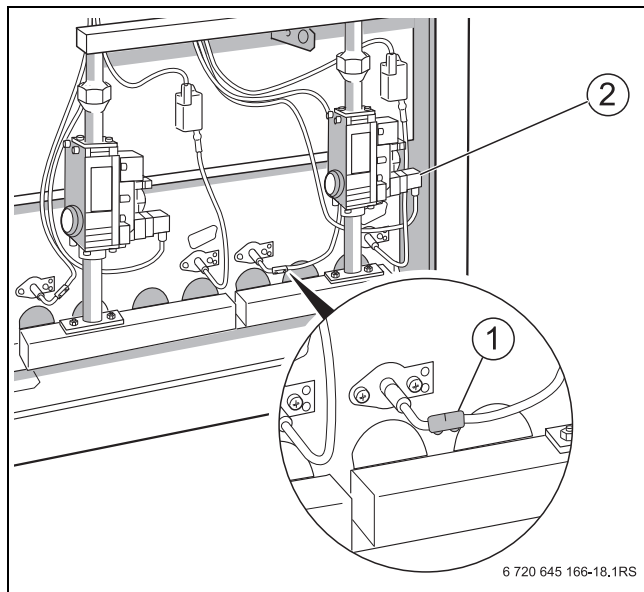

Рис. 43 Удаление защиты от касания
- Установите защиту от касания (→ рис. 43, [1]) на контрольный кабель